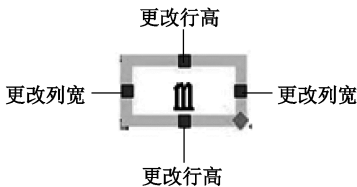

图 6-41 表格单元的夹点
(1) 使用表格的夹点或表格单元的夹点进行修改。在表格单元格中单击，将其激活，表格单元四周显示夹点，通过拖动夹点可以更改表格的列宽和行高，如图 6-41 所示。